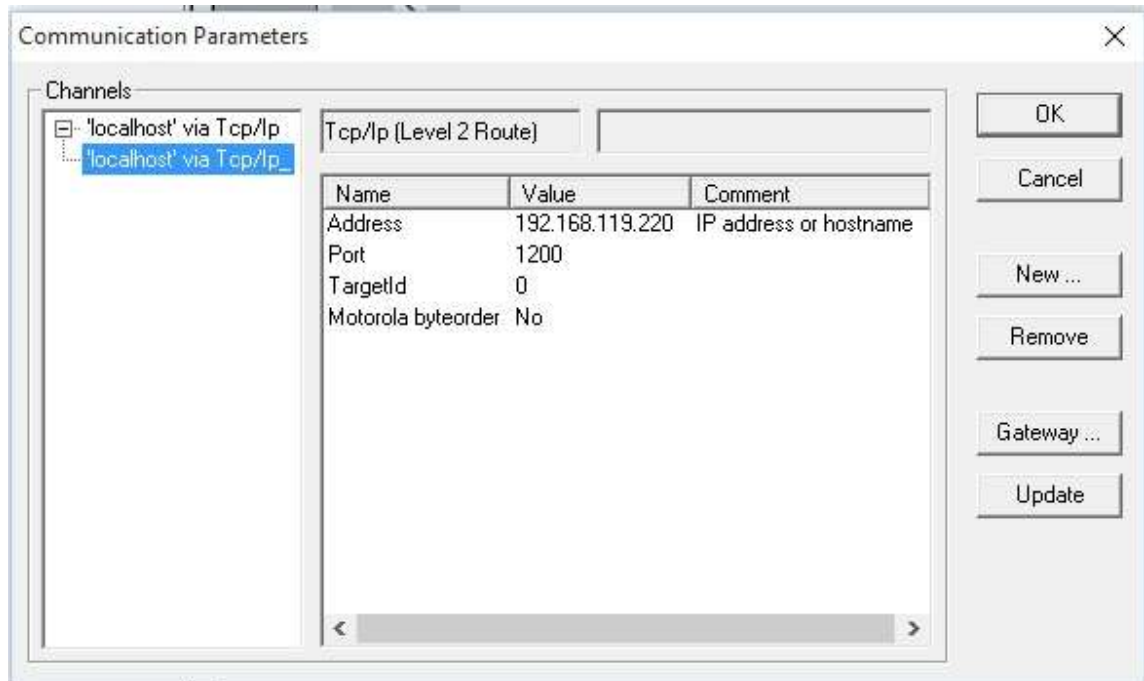

Figura 7 – Tela com o endereçamento IP do CLP.
3. Confirme todos os detalhes, pressione um outro campo e então pressione OK. Se a configuração foi realizada corretamente. A tela *Communication Parameters* deverá ficar como indicado na Figura 7.